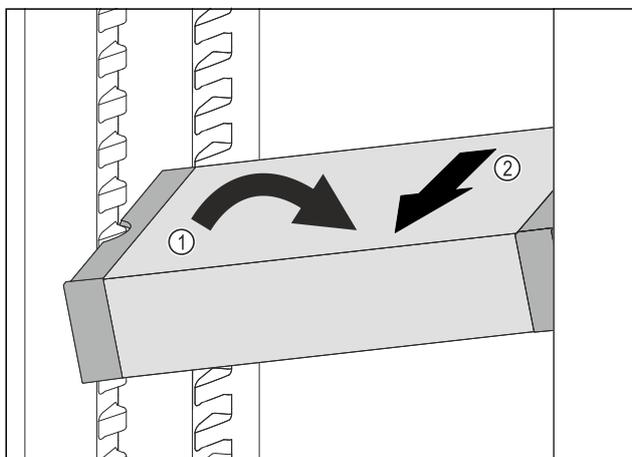

Fig. 106
- Impostare il vano frigorifero di VarioSafe ad angolo. Fig. 106 (1)
- Rimuovere VarioSafe tirando in avanti. Fig. 106 (2)